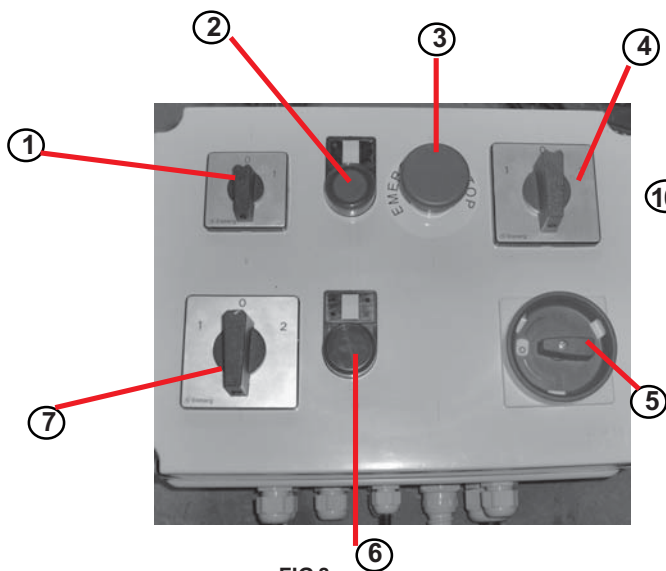

FIG.8
11.2 MESSA IN MARCIA VERSIONE TRIFASE 1106091 (vedi fig.8)